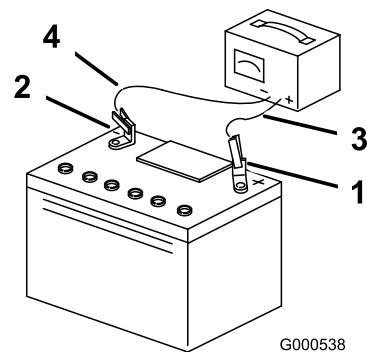

Figura 54
5. Quando le batterie sono completamente cariche, staccate il caricabatterie dalla presa elettrica e scollegate i cavi di ricarica dai poli delle batterie (Figura 54).